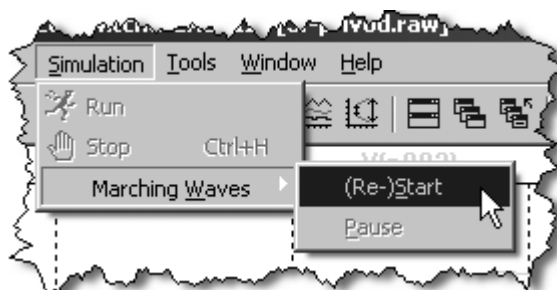

Рис. 6.5. Меню Simulation
- **Simulation** (Моделирование) — управление процессом моделирования (рис. 6.5):